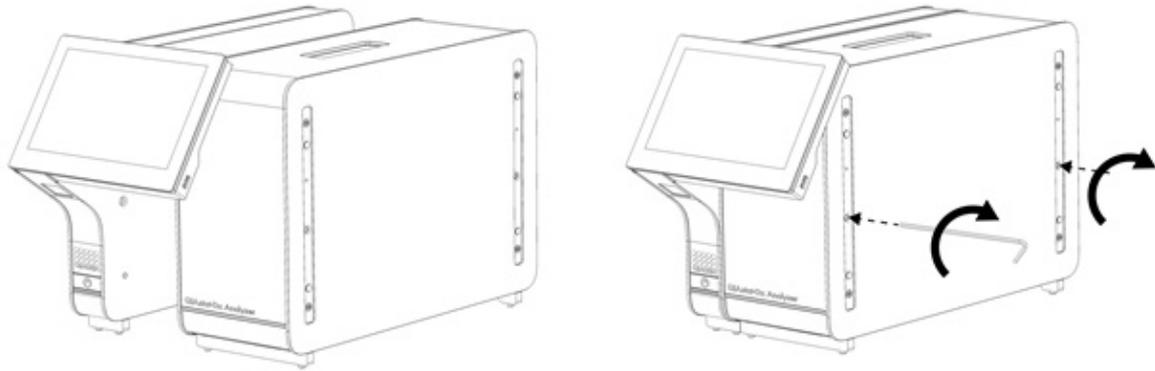

Abbildung 6. Anbringen des Betriebsmoduls am Analysemodul.
3. Nehmen Sie das Betriebsmodul aus der Kiste und befestigen Sie es an der linken Seite des Analysemoduls. Ziehen Sie die Schrauben unter Verwendung des mit dem QIAstat-Dx Analyzer 1.0 gelieferten Werkzeugs für das Analyse- und Betriebsmodul fest (Abbildung 6).